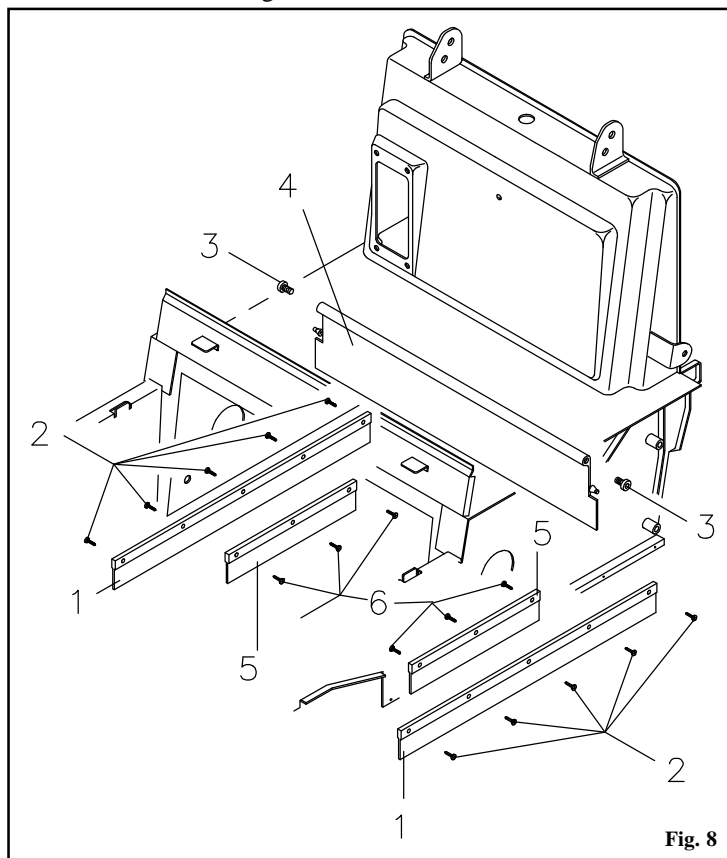

Fig. 8
Pour remplacer les volets latéraux **pos. 1 Fig. 8** enlevez les roues arrière et les carters latéraux. Desserrez les vis qui fixent les volets au châssis **pos. 2 Fig. 8** et remplacez ceux-ci par les volets neufs.
Pour remplacer les volets latéraux intérieurs **pos. 5 Fig. 8** soulevez l'avant de la machine et desserrez les vis **pos. 6 Fig. 8** qui fixent les volets au châssis. Remplacez-les par les neufs.
- Desserrez les deux axes de fixation du volet **pos. 3 Fig. 8** situés de chaque côté du châssis.
- Saisissez le volet **pos. 4 Fig. 8** et tirez vers l'extérieur.